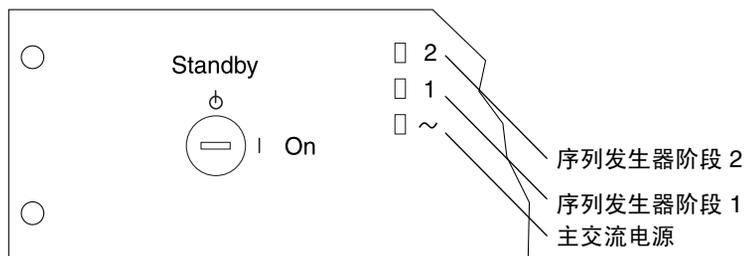

图 2-15 前序列发生器状态指示灯
前序列发生器面板上的三个电源指示灯用于显示前电源序列发生器的状态（图 2-15）。当系统接通电源时，主交流电源发光二极管 (LED) 指示灯会亮起。随后，序列发生器阶段 1 的 LED 指示灯亮起，接着，序列发生器阶段 2 的 LED 指示灯亮起。
- a. 验证三个前序列发生器状态指示灯是否已亮起（图 2-15），该状态表示存储服务处理器、以太网集线器和存储服务处理器附属托架已接通电源。